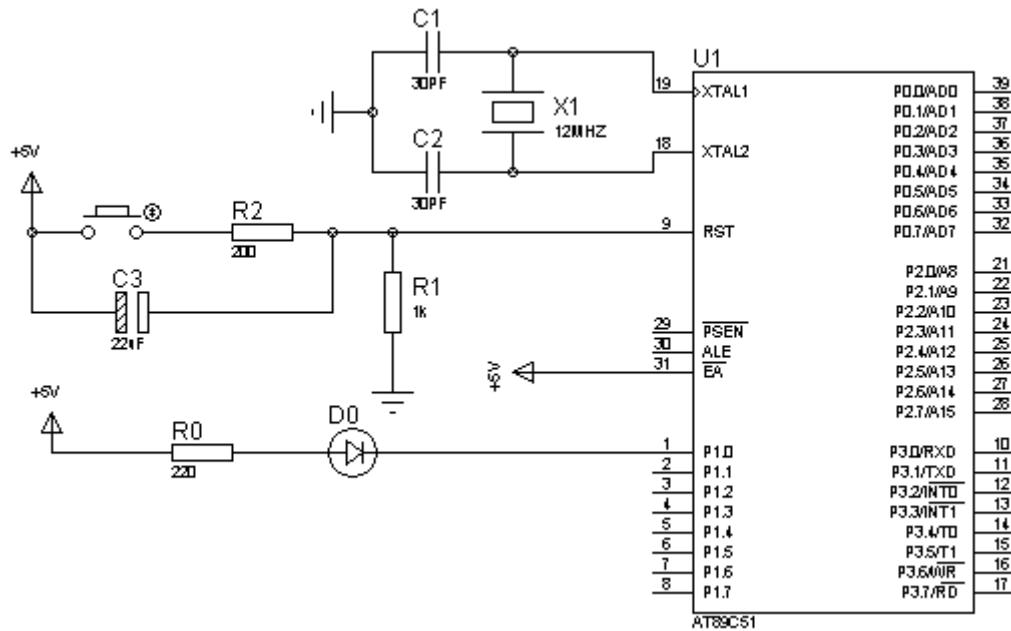

图 1.1.11 发光二极管控制电路
发光二极管控制电路如图 1.1.11 所示，R0 为限流电阻，D0 为发光二极管。根据硬件电路图可知，当 P1.0 引脚输出高电平时，发光二极管灭；当 P1.0 引脚输出低电平时，发光二极管亮。
- (1) 按照图 1.1.11 在 Proteus 中连接好电路。
- (2) 在 keil c 中编写程序，生成 hex 文件。
- (3) 将生成的 hex 文件加载到单片机芯片中。
- (4) 在 proteus 中仿真，观察结果。